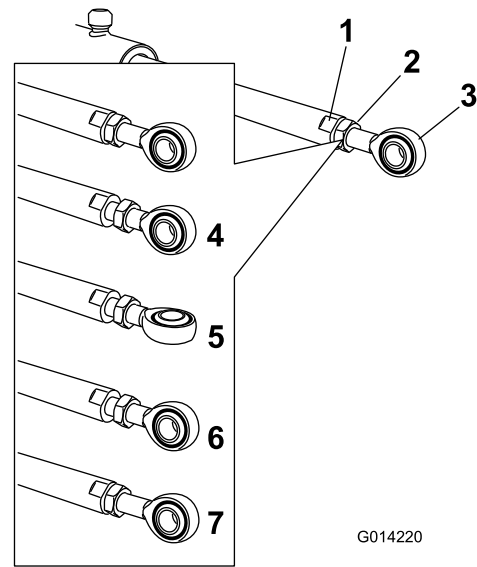

Figure 14
5. Placez une clé sur les méplats de la tige d'actionneur pour l'immobiliser, puis desserrez l'écrou de blocage pour pouvoir manipuler la tige à œillet (Figure 14).
6. Tournez la tige à œillet dans la tige d'actionneur pour raccourcir ou allonger le vérin déployé à la position voulue (Figure 14).